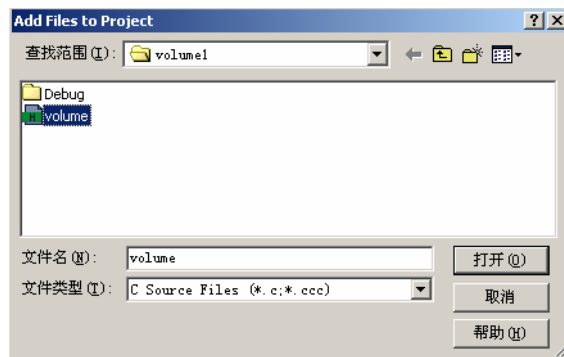

图 5.19 添加 Volume.c 文件
- (1) 将“C:\ti\tutorial\sim54xx\Volume1”(假设 CCS 安装在 C:\ti 下)下全部文件复制到新建的“C:\ti\myprojects\Volume”目录下。
- (2) 选择“Project→Add Files to Project(工程→加载文件)”,在文件加载对话框中选择 Volume.c 文件,单击“打开”按钮将 Volume.c 添加到工程中,如图 5.19 所示。